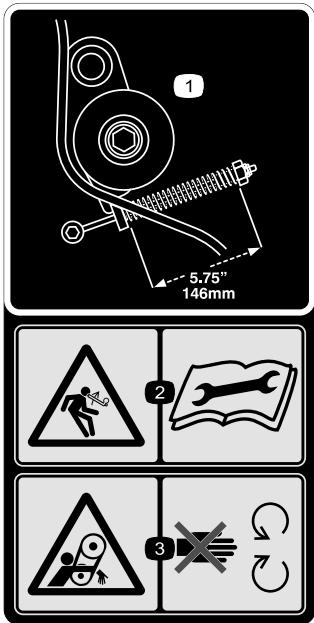

Figura 33
1. Compruebe la tensión correcta de la correa comprimiendo el resorte tensor hasta una longitud de 146 mm (5-3/4 pulgadas); consulte Figura 33.